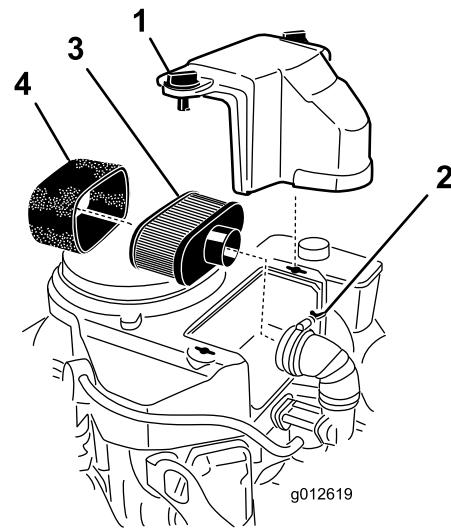

Bild 32
3. Reinigen Sie den Bereich um den Luftfilter herum, um zu verhindern, dass Schmutz in den Motor fällt und Schäden verursacht (Bild 32).
4. Schrauben Sie die Handräder los und entfernen Sie die Luftfilterabdeckung (Bild 32).
5. Schrauben Sie die Schlauchklemme los und entfernen Sie die Luftfilterabdeckung (Bild 32).
6. Ziehen Sie den Schaumeinsatz vorsichtig vom Papiereinsatz (Bild 32).
1. Reinigen Sie den Papiereinsatz durch leichtes Klopfen, um Staub herauszurütteln. Wechseln Sie das Papierelement aus, wenn es sehr schmutzig ist (Bild 32).
Reinigen Sie nicht den Papierfilter. Tauschen Sie ihn nach jeweils 200 Betriebsstunden aus (Bild 32). Untersuchen Sie den Einsatz auf Risse, einen ölichen Film und Schäden an der Gummidichtung und wechseln Sie ihn ggf. aus.
1. Schieben Sie den Schaumeinsatz vorsichtig auf den Papierluftfiltereinsatz (Bild 32).
2. Schieben Sie den Luftfilter auf das Luftfilterunterteil oder den Schlauch und befestigen ihn (Bild 32).
3. Setzen Sie die Abdeckung des Luftfilters auf und ziehen Sie die Abdeckhandräder fest (Bild 32).